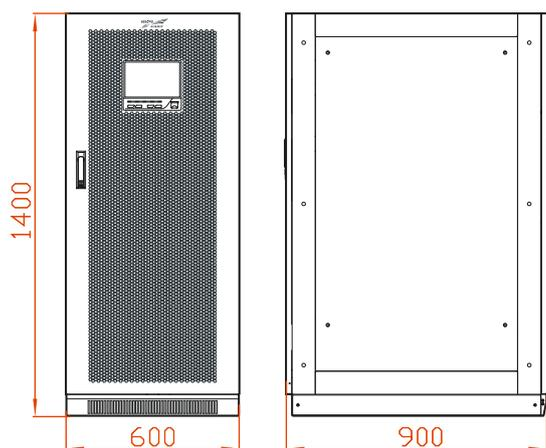
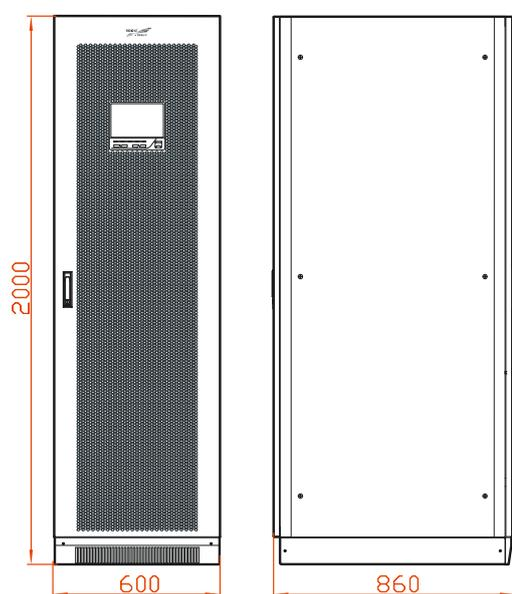
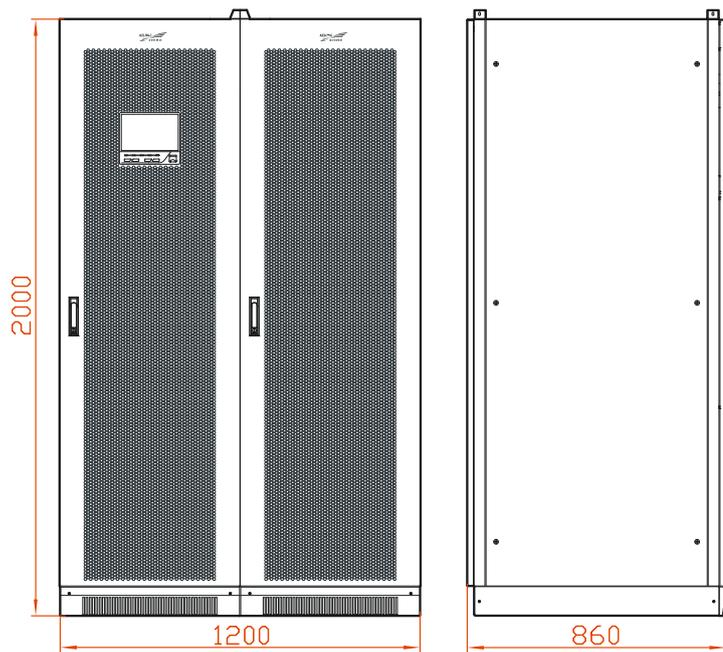

Рис. 3.8 Размеры для MR33125 (мм)
Рис. 3.9 Размер для MR33200, MR33300
Рис. 3.10 Размер для MR33400, MR33500, MR33600
- Определите и спланируйте место положение ИБП, в соответствии с его размерами (как показано на Рис. 3.8, Рис. 3.9, и Рис. 3.10) и требованием к монтажу (см. **Ошибка! Источник ссылки не найден.** Место установки).